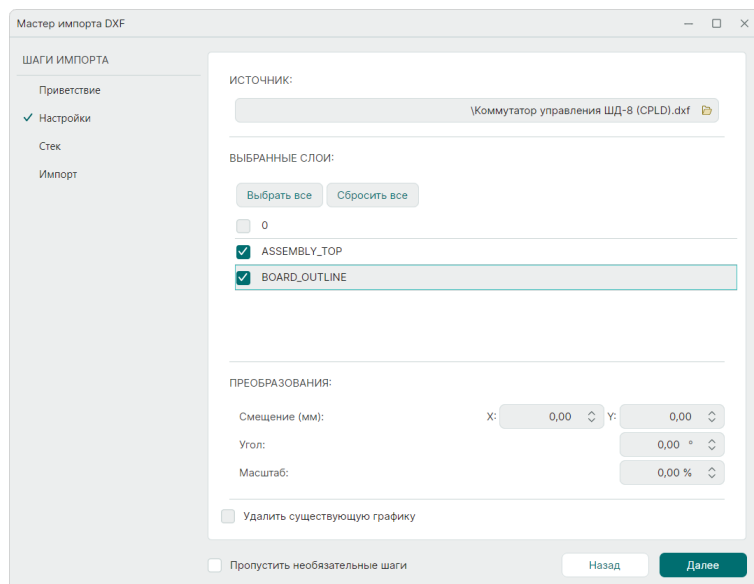

Рис. 68 Выбор слоев для импорта
5. Выберите необходимые для импорта слои в разделе «Выбранные слои», см. Рис. 68.